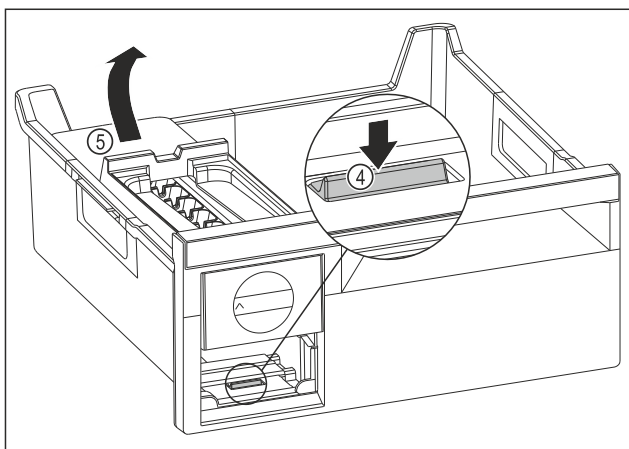

Fig. 163
- Retirer le corps de l'EasyTwist-Ice : Avec le doigt, pousser la languette Fig. 163 (4) vers le bas tout en soulevant de l'autre main le corps de l'EasyTwist-Ice Fig. 163 (5) depuis l'arrière.